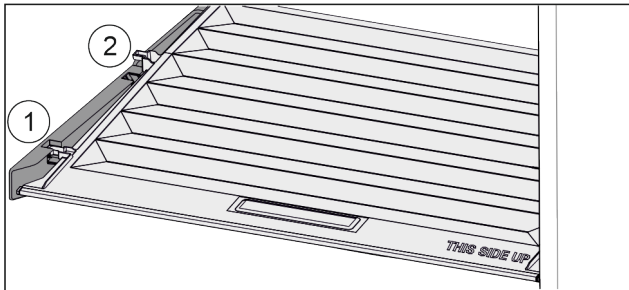

Fig. 90
- ▶ Deksel tot de opening in de vasthoud delen naar voren trekken Fig. 90 (1).
- ▶ Aan de achterkant vanaf de onderkant omhoog tillen en vanaf de bovenkant verwijderen Fig. 90 (2).